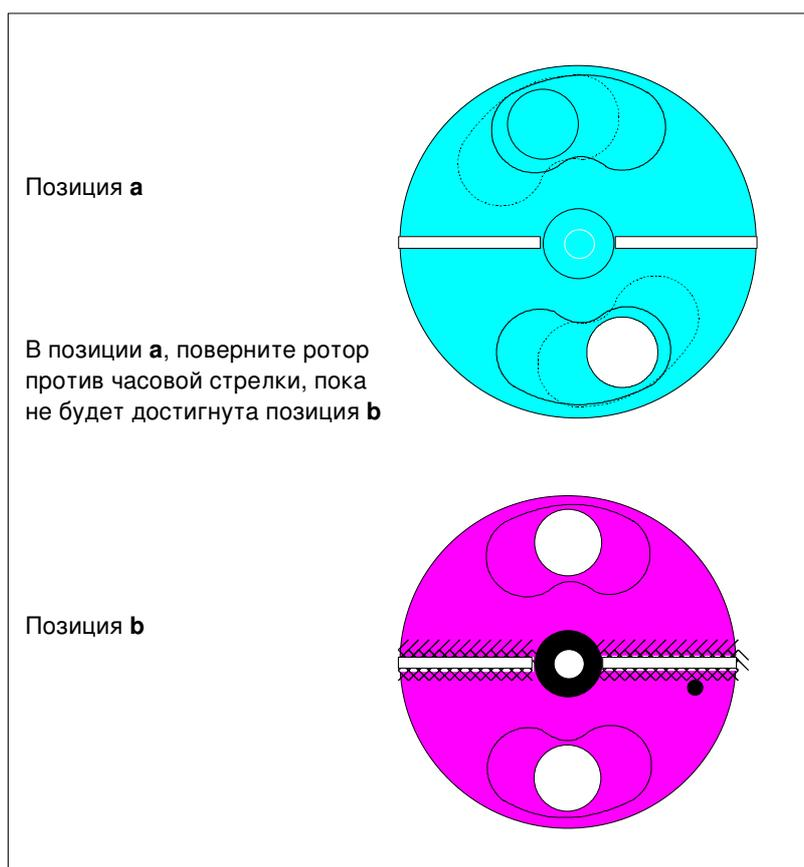

Рис. 2-7: Точное положение транспортного ротора
- почкообразные отверстия в измерительной камере прикрыты и ротор выровнен точно (см. Рис. 2-7).